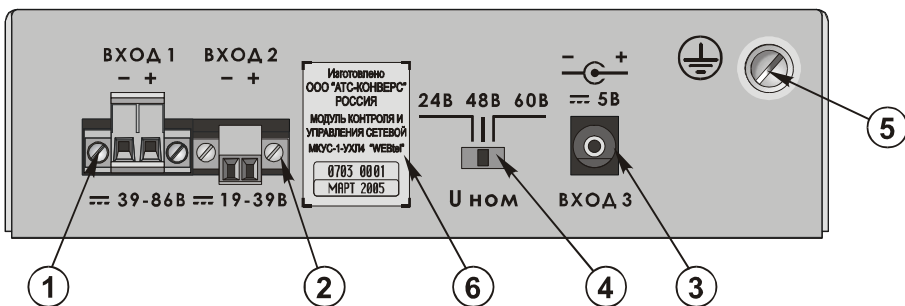

Рисунок 2 – Задняя панель адаптера
4.1.2 На задней панели адаптера (рисунок 2) расположены: